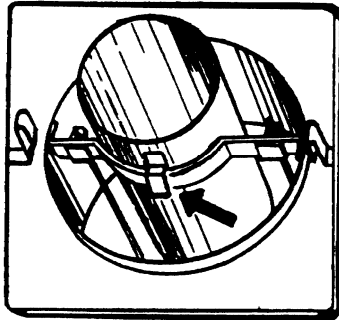

Fig. 4
Schliesslich das offene Abfuhrrohr C über das Mauerteil schieben, bis der Anschlag über die Querstütze hakt (Fig. 4).
Finally, push the loose outlet pipe (C) over the wall section until the stop hooks over the transverse support (fig. 4).